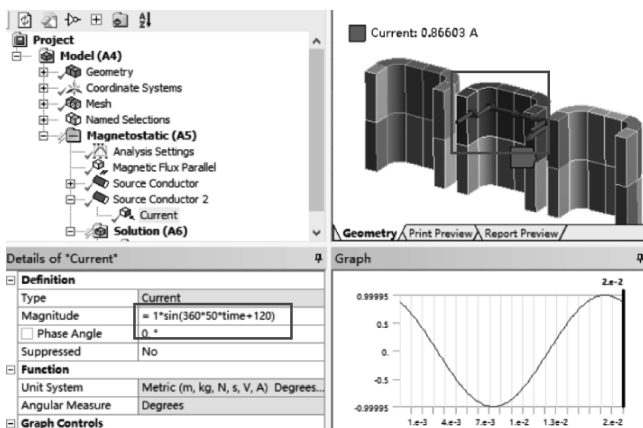

图 10-27 为第二组铜线圈施加激励源导体
(6) 在标准工具栏中单击 , 然后选择第二组线圈的 201、202、203、204、205、206 模型, 接着在环境工具栏中单击【Source Conductor】→【Details of “Source Conductor2”】→【Definition】→【Conductor Type】= Stranded, 【Number of Turns】输入 10, 【Conducting Area】= 0.001。右键单击【Source Conductor】→【Insert】→【Current】→【Details of “Current”】→【Definition】→【Magnitude】= Function, 继续输入函数 $1 * \sin(360 * 50 * \text{time} + 120)$, 如图 10-27 所示。
(7) 在标准工具栏中单击 , 然后选择第三组线圈的 301、302、303、304、305、306